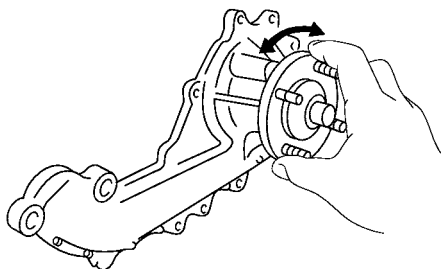

图 4-3 检查水泵轴承
(1) 检查水泵轴承。检查水泵轴承转动是否正常或有噪声，如图 4-3 所示。